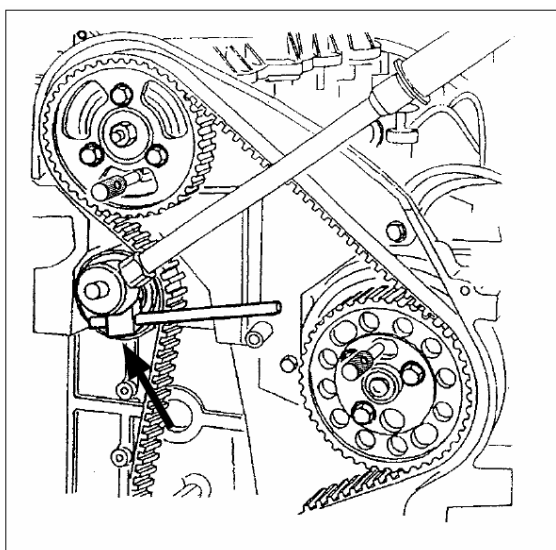

Fig. 2
- Questo strumento è necessario al fine di ruotare il tenditore e tenerlo fermo in posizione mentre si stringe il bullone centrale (23 Nm) (Fig. 2).